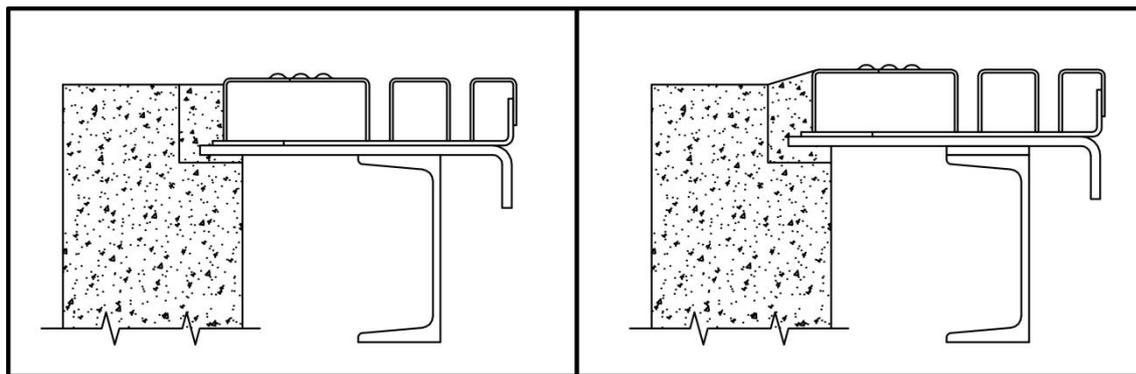
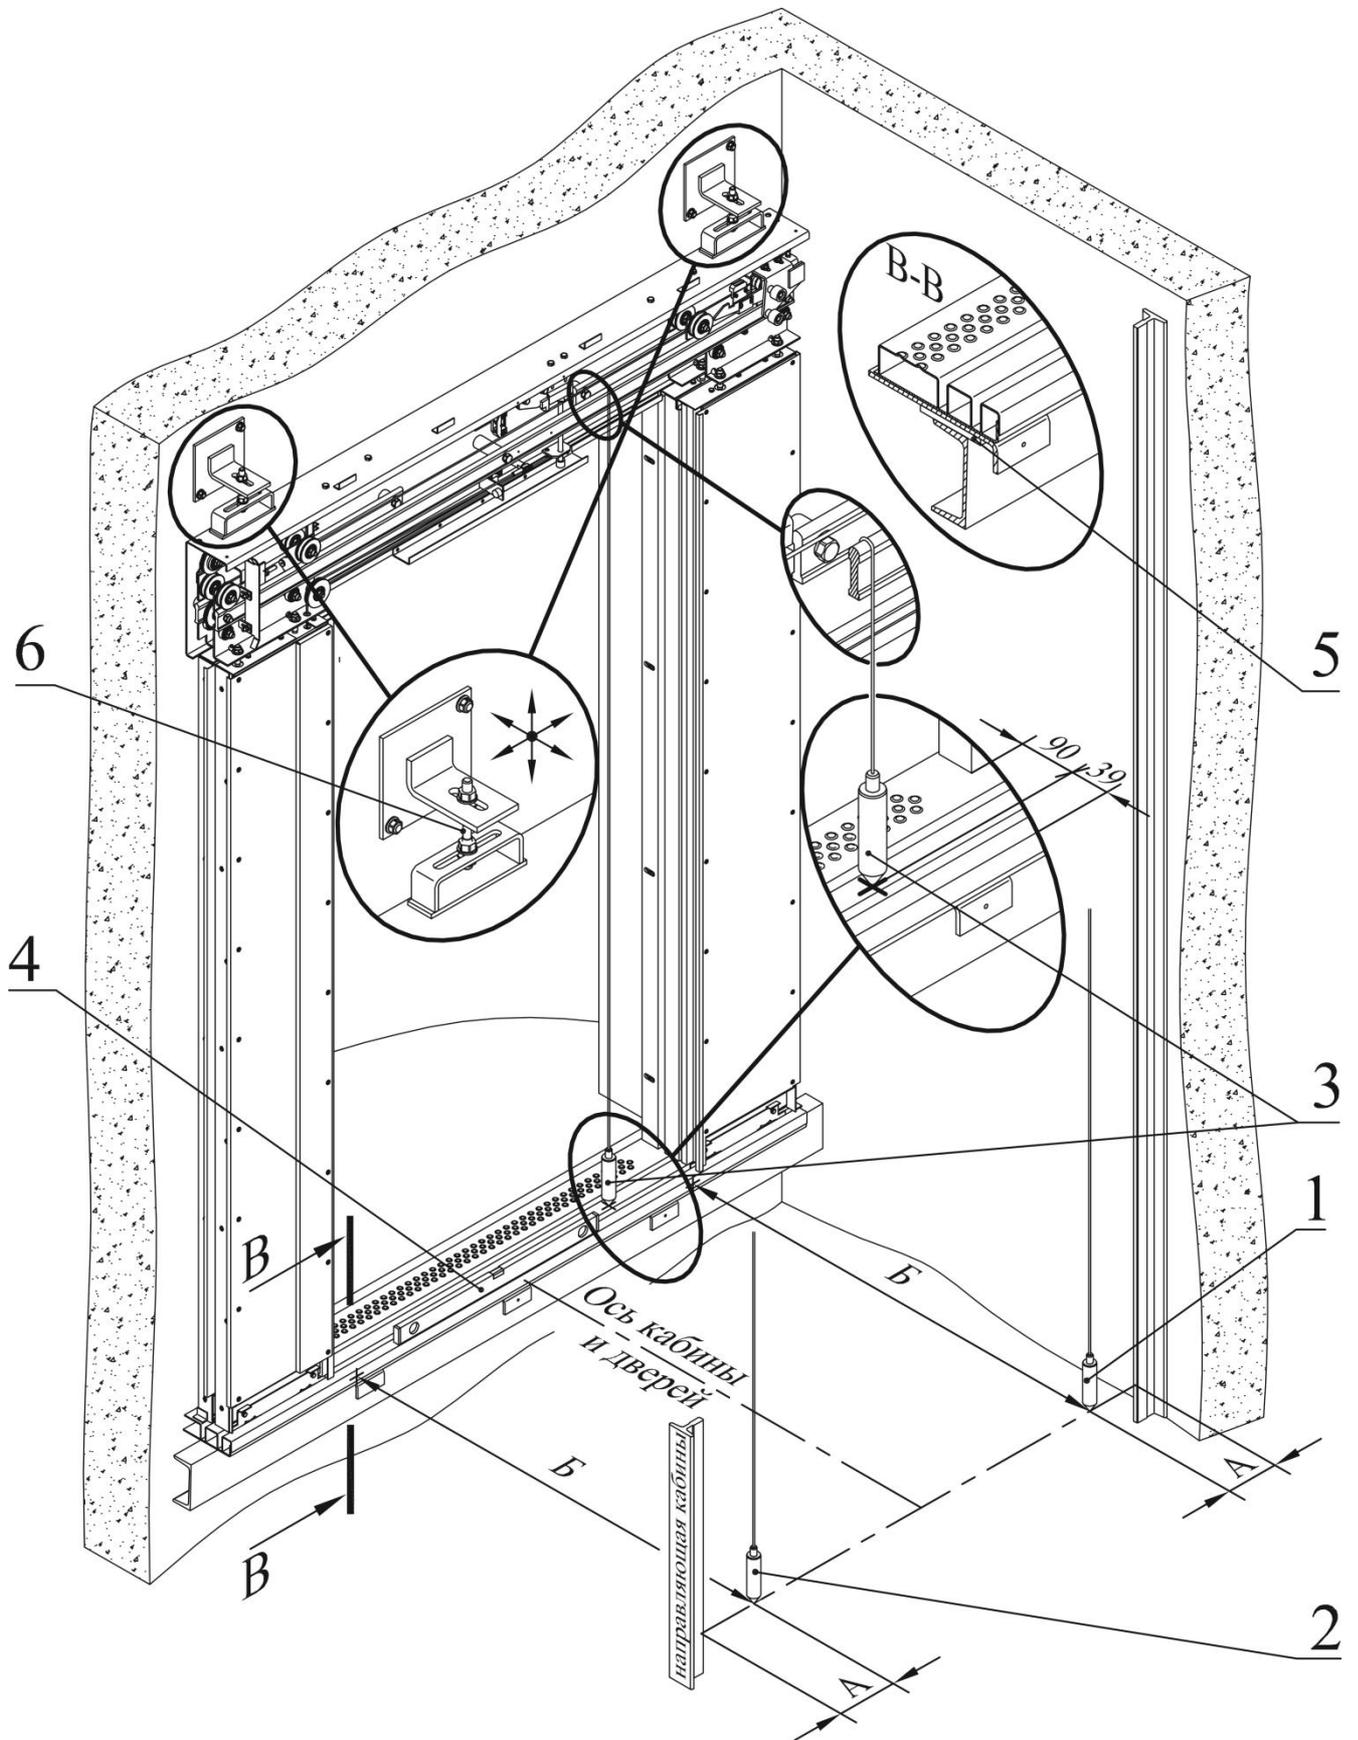

Рисунок 2 – Расположение порога
Рисунок 3 – Монтаж дверей с помощью отвесов и уровня
Монтажной лебёдкой опустить или поднять дверь и установить её порогом на швеллер, заранее установленный в шахте. Выставить уровень порога двери шахты относительно отметки чистого пола (рисунок 2). Выверку уровня порога двери шахты относительно отметки чистого пола остановки проверить при открытых и зафиксированных створках двери шахты.
1.2.3 В зоне верхних уголков с помощью шпилек и гаек 6 (рисунок 3) дверь навесить на верхние уголки и расстропить.
Выставить размеры Б (см. рисунок 3) от оси направляющих кабины до порога дверей шахты, выдерживая расстояние А от направляющей кабины и выполнить совмещение оси дверей с осью кабины путём требуемого перемещения двери в шахте. Размер Б берётся в монтажном чертеже лифта.
- проверить уровень порога двери шахты относительно отметки чистого пола остановки. Поднять или опустить дверь шахты, используя для этой цели регулировочные шпильки и гайки 6 подвески двери шахты. Допускается для регулировки уровня пола использовать регулировочную пластину 5 (см. рисунок 3, сечение В-В) нужной толщины, вкладывая её между порогом и швеллером. Пространство под порогом заделать раствором бетона после регулировки двери. Для исключения попадания воды в шахту, рекомендуется порог двери устанавливать выше уровня пола с обеспечением уклона для комфортного входа в кабину (рисунок 2);
- с помощью уровня 4 (рисунок 3) выставить порог дверей шахты. Порог должен быть установлен горизонтально как в продольном, так и поперечном
- с линейки балки двери шахты опустить отвес 3 (рисунок 3) и выставить дверь в вертикальном направлении, перемещая шпильки 6 по пазу верхних уголков, выдерживая размер 90 мм от центра отвеса до порталной стойки и размер 39 мм до края порога, направленного в шахту; отклонение не должно превышать 2 мм.
- проверить уровень порога двери шахты относительно отметки чистого пола остановки. Поднять или опустить дверь шахты, используя для этой цели регулировочные шпильки и гайки 6 (рисунок 3), подвески шахтной двери. Допускается для регулировки уровня пола использовать регулировочную пластину 5 (рисунок 3, сечение В-В) нужной толщины, вкладывая её между порогом и швеллером;
После выверки двери приварить уголки порога двери вместе с регулировочной пластиной 5 (рисунок 3) к швеллеру и окончательно прикрепить дверь шахты.
Конструкция кондуктора должна обеспечивать точность выставления размера Б (см. рисунок 3) от оси направляющих кабины до порога дверей шахты с отклонением не более 1 мм.